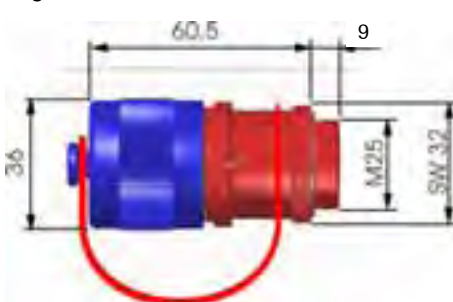

Fig. 10-1 Flanschsteckdose
10.1 Flanschsteckdose demontieren (Fig. 10-1)
1. Flanschsteckdosen Hülse (2) auf Kabel stecken.
2. Alle Steckbuchsen (3) bis zum Anschlag in die Sechskantführungen des Flanschsteckdosen-Einsatz (4) drücken (Fig. 10.1).